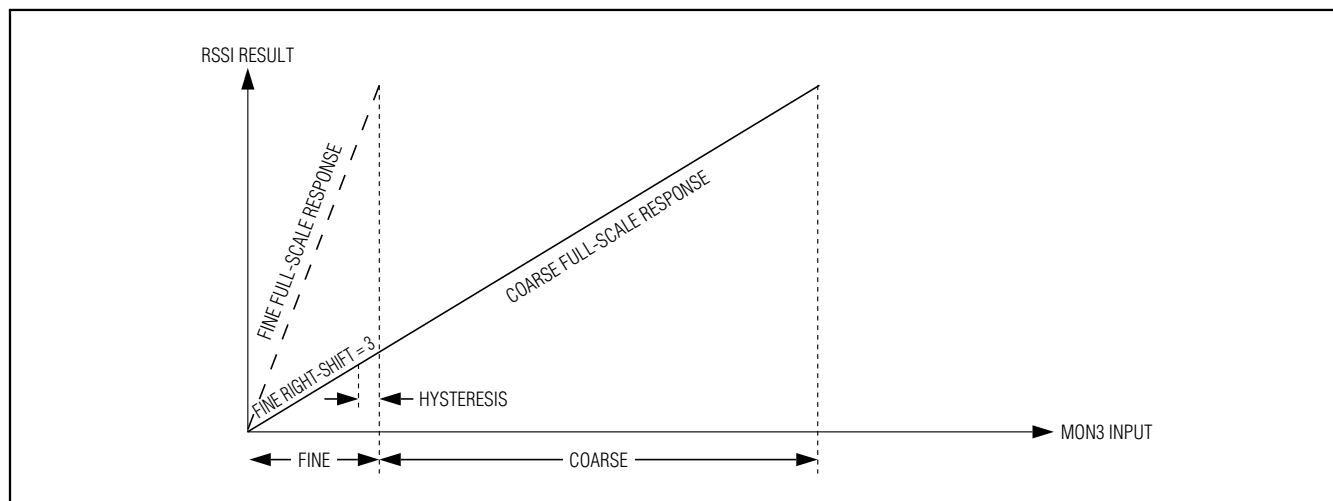

图9. 交越禁止时的RSSI
- 交越禁止：**交越禁止模式适用于MON3输入和所需的ADC结果之间为线性关系的系统。ADC结果在精测和粗测范围切换时带有滞回(图9)。交越禁止模式下，粗测与精测模式之间的门限取决于所采用的右移位数。采用右移操作时，精测模式的满量程范围设置为粗测模式满量程范围的 $1/2^n$ 。器件可以自动选择满量程范围，以获得最佳的测量分辨率，表4给出了每个右移位数对应的门限值。